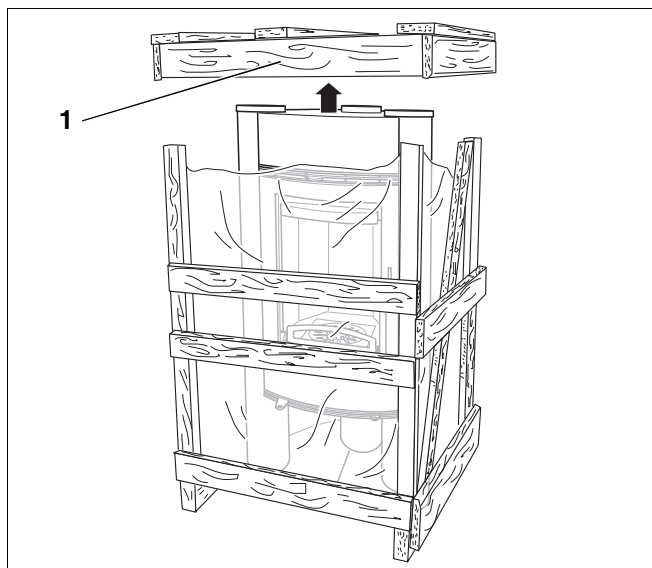

Abb. 7 Kaminofen aufstellen (Prinzipabbildung)
- Deckel des Holzverschlages (Abb. 7, **Pos. 1**) abnehmen.